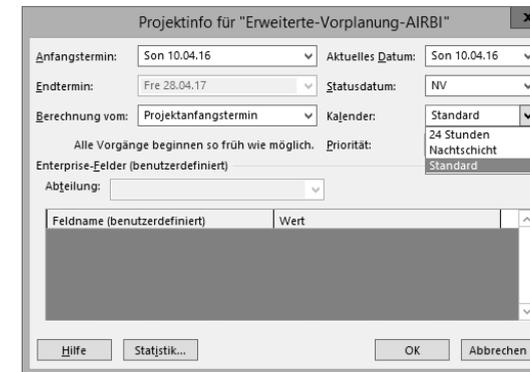

Abbildung 6.6 Kalender für Projekt auswählen
- ▶ **Projektkalender:** Dieser Kalender gilt übergeordnet für alle Kalender des Projekts. Die »untergeordneten« Kalender des Projekts, z. B. Vorgangskalender und Ressourcenkalender, können allerdings unabhängig angepasst werden. Die Auswahl des Projektkalenders für ein Projekt erfolgt über das Menüband PROJEKT und dort wiederum über die Schaltfläche PROJEKTINFORMATION (siehe Abbildung 6.6).